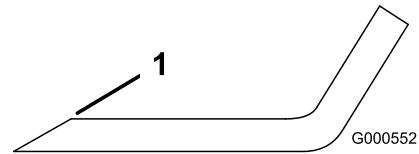

Figure 77
Remarque: Si la lame est déséquilibrée, limez un peu l'extrémité de l'ailette seulement (Figure 77).
1. Au moyen d'une lime, aiguissez les tranchants à chaque bout de la lame (Figure 77).